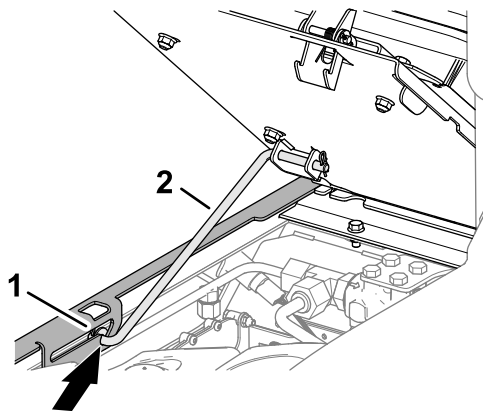

Bild 108
3. Vergewissern Sie sich, dass die vordere Stützstange in der Schlitzraste der Sitzhalterung sitzt (Bild 108).